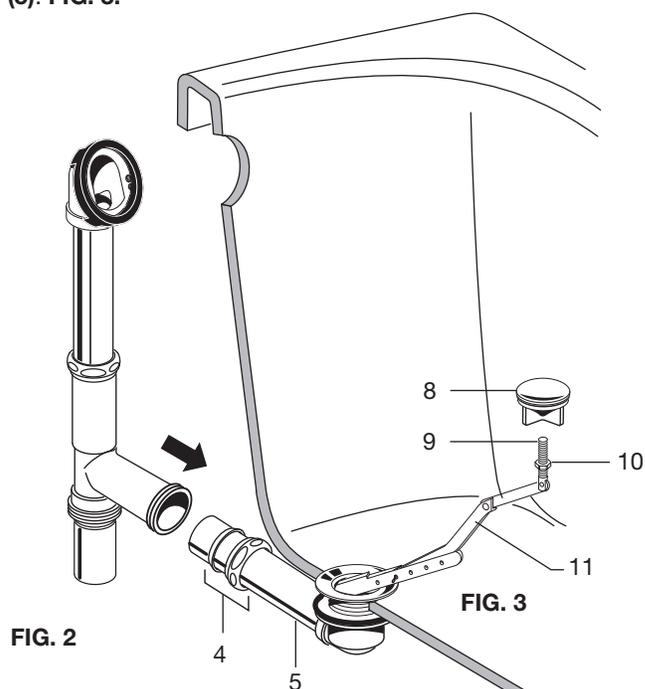

FIG. 2
- Desserrez l'ÉCROU ET LE SCELLANT DE JOINT COULISSANT (4) et installez sur le COUDE DE RENVOI (5). Installez le COUDE DE RENVOI (5) dans le pied horizontal du RENVOI EN T (3). **FIG. 2.**